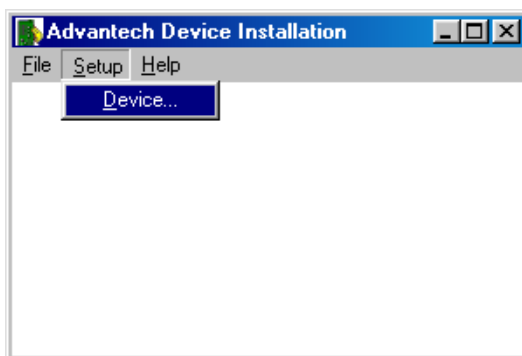
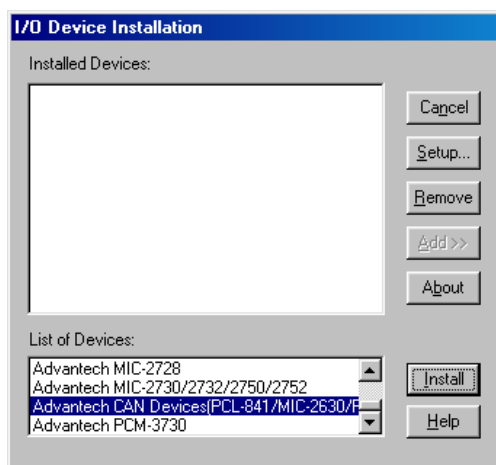

Рис. 1.3. Программа-конфигуратор драйвера
Рис. 1.4. Окно выбора устройства
1.5.2.7 Далее необходимо сконфигурировать драйвер. Предположим, что ПО драйвера установлено в каталог, предложенный установочной программой. Тогда нажимать последовательно *Пуск, программы, Advantech High Speed Driver, Devinst*. Это приведет к запуску программы-конфигуратора, внешний вид которой представлен на рис. 1.3.
1.5.2.8 Нажимать последовательно пункты меню Setup, Device (как показано на рис. 1.3). При этом открывается меню установки устройств Advantech. Затем следует нажать кнопку Add, чтобы добавить устройство. Из предлагаемого (см. рис. 1.4.) списка выбирается Advantech CAN Devices (PCL-841/MIC-2630...).